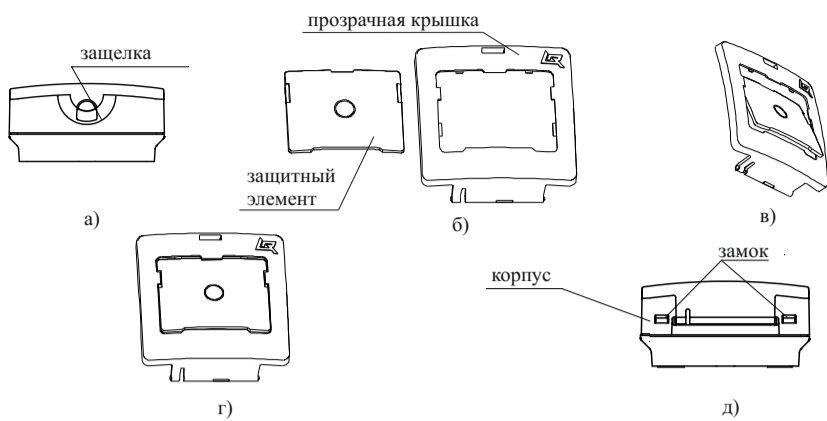

Рисунок 4
6.8 Для установки УДП необходимо отсоединить корпус от основания, нажав отверткой на замки (Рисунок 4 д). (При этом кнопка должна быть в отжатом состоянии).
6.14 Для того, чтобы вставить защитный элемент необходимо открыть прозрачную крышку, поддев защелку в верхней части корпуса острым предметом (Рисунок 4 а). Далее прозрачная крышка показана отдельно от корпуса (снимать крышку с корпуса УДП не следует). Защитный элемент в положении, показанном на рисунке 4 б), ввести верхней кромкой в середину выреза прозрачной крышки (Рисунок 4 в) и, повернув, совмещая плоскости, защелкнуть нажатием на кромки защитного элемента (Рисунок 4 г).